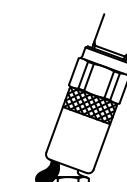

Fig. 5
- 4) グリースガンのハイドロチャックをグリースニップルから取り外してください。圧力がかかっているため、いきなり引っ張るとグリースニップルの頭部を折る恐れがあります。ハイドロチャックを斜めに傾けて内圧を抜き、爪の噛み付きを緩めると、簡単に取り外すことができます。(Fig. 5)